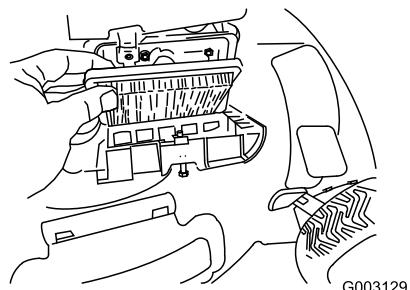

Figura 39
- Coloque la tapa (Figura 39).